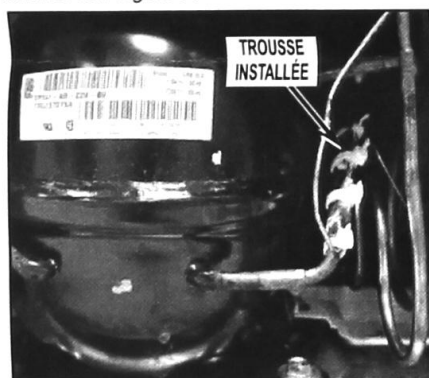

FIGURE 7
- Installer deux attaches autobloquantes additionnelles sur le ruban métallique à environ 1" de chaque rebord. Serrer solidement. Couper l'excédant de l'attache autobloquante. Vérifier pour vous assurer qu'aucun des tubes de réfrigérant ne se touche. Voir Figure 7.